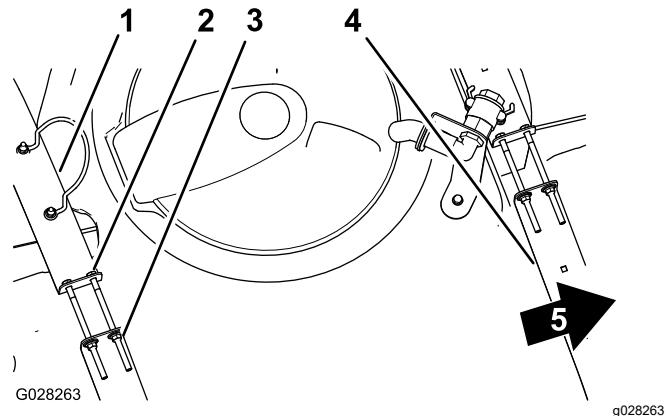

Figura 73
- Compruebe si hay holgura entre los flejes y el depósito (Figura 73).
- Si los flejes tienen holgura, apriete las contratuercas con arandela prensada y los pernos del extremo superior de los flejes hasta que los flejes queden apretados contra la superficie del depósito (Figura 73).